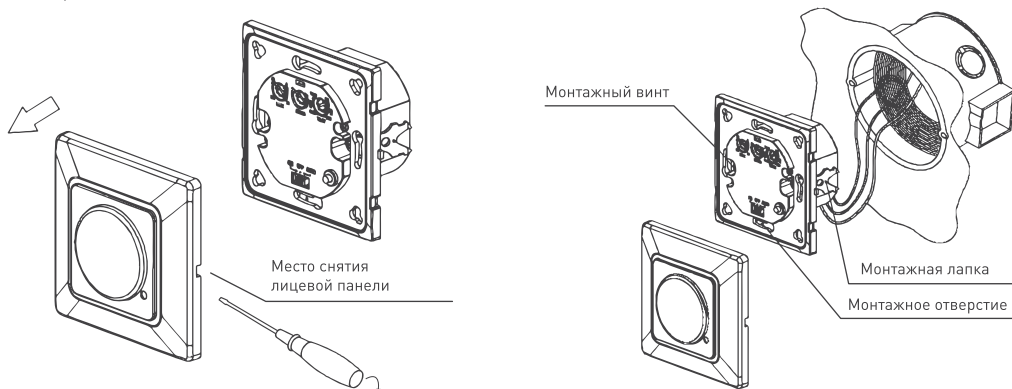

Рисунок 1. Схема монтажа панели в подрозетник.
3.2. Закрепите устройство в месте установки, Рис. 1.